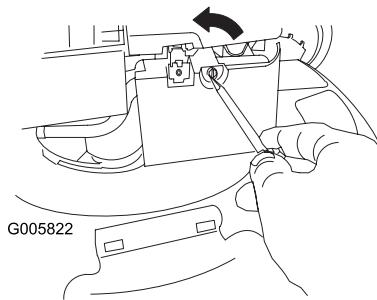

Bild 37
- Öffnen Sie die Luftfilterabdeckung mit einem Schraubenzieher (Bild 37).